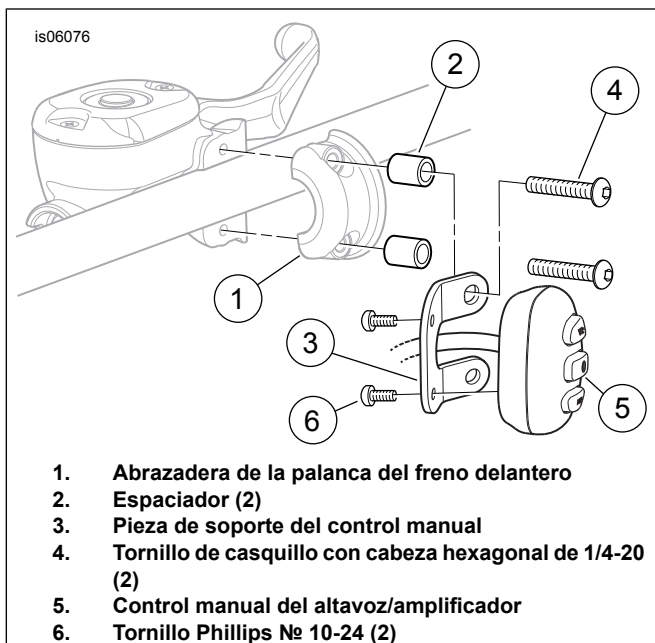

Figura 2. Instalación del control manual y de la pieza de soporte
1. Vea la Figura 2. Extraiga los tornillos de la abrazadera de la palanca del freno delantero del vehículo. Extraiga y guarde la abrazadera (1). Los tornillos pueden ser desechados.
2. Tome la pieza de soporte del control manual (3), dos espaciadores (2), dos tornillos (6) y dos tornillos (4) del kit.
3. Coloque el arnés de cables del control manual (5) a través del centro de la pieza de soporte del control manual (3), como se muestra.
5. Instale el control manual (5, parte del conjunto del arnés de cables) en la pieza de soporte con los tornillos № 10-24 (6). Apriete firmemente.